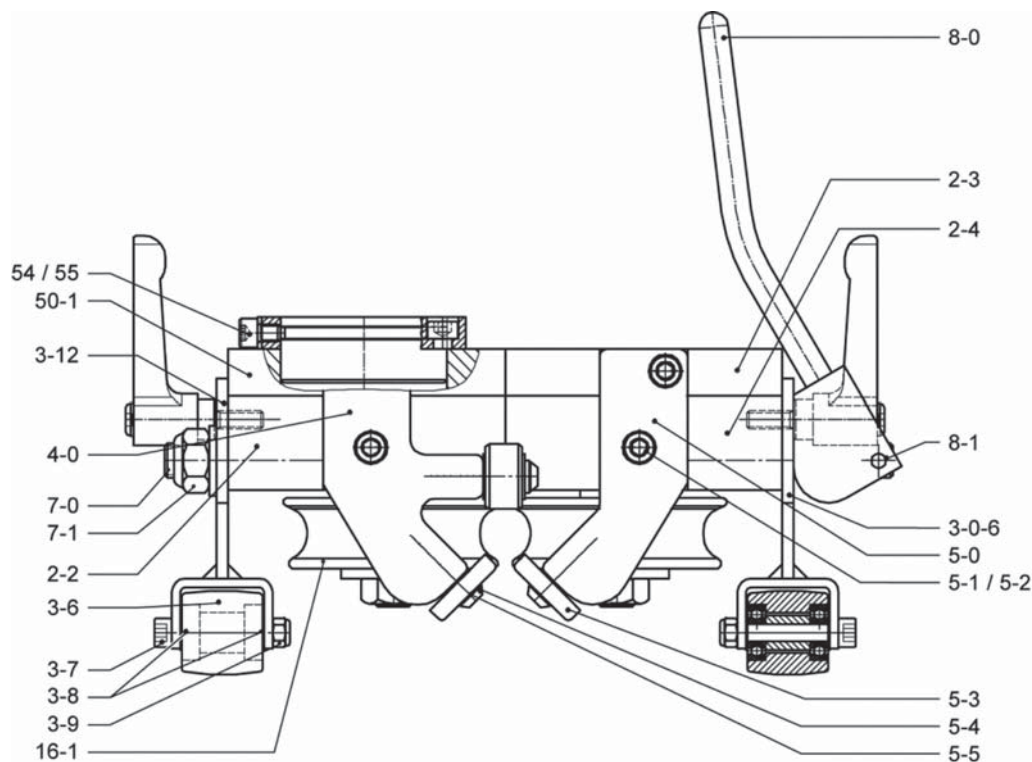

Bild 15
- Je nach Beanspruchung die Lager der Führungsrollen (Bild 15, 3-6, 4-1, 5-3) mit leichtem Maschinenöl pflegen.
- Spannstangen (Bild 15/16, 7-0) im Bereich der Exzenter ölen, so dass auf der Oberfläche ein leichter Ölfilm sichtbar bleibt.
Die Rollenhalter vorne Antriebsseite (Bild 15, 4-0) und Rollenhalter vorne Gegenseite (Bild 15, 5-0) müssen immer entfernt werden.
Bei weniger als 2 m Radius müssen die Rollenhalter vorne Antriebsseite (Bild 15, 4-0) und Rollenhalter vorne Gegenseite (Bild 15, 5-0) entfernt werden.
Antriebsseite (Bild 15, 4-0) und Rollenhalter vorne Gegenseite (Bild 15, 5-0) müssen daher immer entfernt werden.